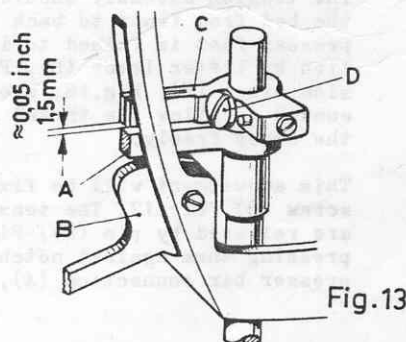
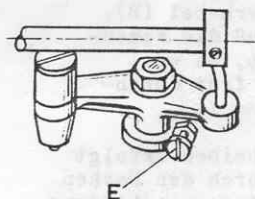
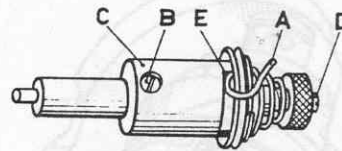
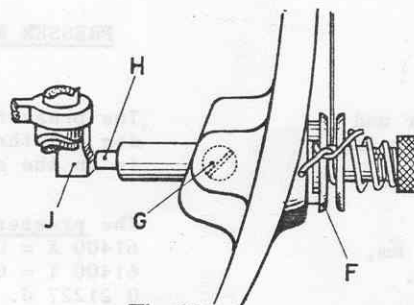

Fig. 13
Fig. 14
Fig.15
Fig.16
Fixiere den Drückerfußhub durch Anziehen der Schraube (D) im Anschlagstück (C), Fig.13. Stelle das Spiel 1 = 1,5 mm zwischen dem Anschlag (C) und der Drückerfußverbindung (A) durch Einschrauben der Anschlagschraube (E), Fig.14, her.
When locating the presser bar guide (C), Fig.13, the presser foot must rest directly against the throat plate with the feed dog in its lowest position. The guide is properly set when there is a 1/16 inch space between the presser bar guide (C) and the connection (A). To obtain this setting loosen set screw (D) in the guide and insert screw driver between the connection and the guide. Tap on presser foot to insure its being down on the throat plate. Check that the needle enters the middle of the presser foot slot and retighten screw (D), Fig.14.
The presser bar connection (A) should be set so that it bears against the hand lifter (B) at all time. This adjustment should be fixed by the stop screw (E) and lock nut (G), Fig.14.
Die Fadenanzugsfeder (A), Fig.15, muß gegenüber den meisten Konkurrenzmaschinen weicher eingestellt sein, aber mehr Weg machen. Folgendes ist zu beachten:
Zur Einstellung der Fadenanzugsfeder nimm die komplette Fadenspannung (Fig.15) durch Lösen der Schraube (G), Fig.16, heraus. Löse Schraube (B). Durch Verdrehen des Bolzens (D) im Gehäuse (C) im Uhrzeigersinn wird die Fadenanzugsfeder (A) stärker und durch Verdrehen entgegen dem Uhrzeigersinn weniger gespannt. Die Spannung der Feder muß noch so stark sein, daß sie immer sicher bis zum Anschlag (E), Fig.15, zurückgeht.
Die komplette Fadenspanneinrichtung sollte in Nährichtung so im Gehäuse angebracht sein, daß bei durch den Lifterhebel (B), Fig.13, angehobenem Drückerfuß die Fadenspannungsscheiben (F), Fig.16, so weit geöffnet sind, daß der Faden frei durchläuft.
Das Auslösen der Spannungsscheiben erfolgt mittels Stift (H), Fig.16, durch den Nocken (J), Fig.16, der Drückerfußstangenverbindung (A), Fig.13.
The check spring (A), Fig.15, should have against the most competitive lockstitch machines loose tension but make more way. The following should be considered:
For adjustment loosen set screw (G), Fig.16, and remove tension post assembly, Fig. 15. Loosen screw (B), Fig.15, in tension post socket (C). Holding the socket in the left hand turn the tension post clockwise, the tension of the check spring (A) will be increased. Turn the tension post (D) in counterclockwise direction and the tension of the check spring will be loose. There should be enough tension to insure a good returning snap to the upper stop when the spring is depressed and released.
The tension assembly should be located in the bed from front to back so that when the presser foot is raised to its highest position by lifter lever (B), Fig.13, the tension discs (F), Fig.16, are opened just enough to allow the thread to pass through the discs freely.
This adjustment will be fixed by adjusting screw (B), Fig.17. The tension discs (F) are released by pin (H), Fig.16, and by pressing them against notch (J) of the presser bar connection (A), Fig.13.